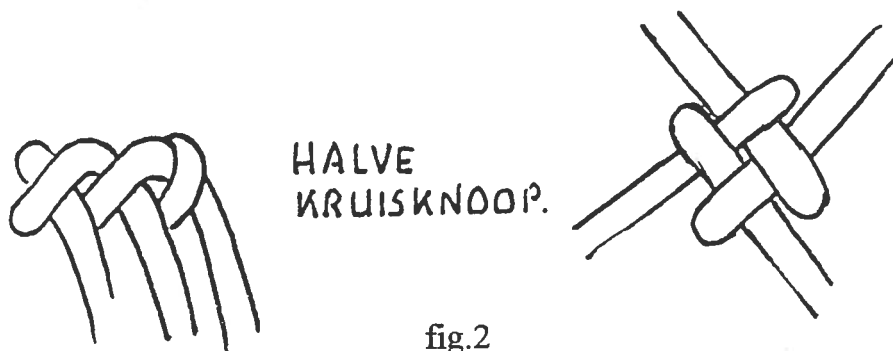

fig.2
2) Begin met een 4-strengs Kruisknoop. Buig de korte eindjes naar beneden en sla ze over elkaar heen met het laatste eindje door de lus van de eerste (fig.2).